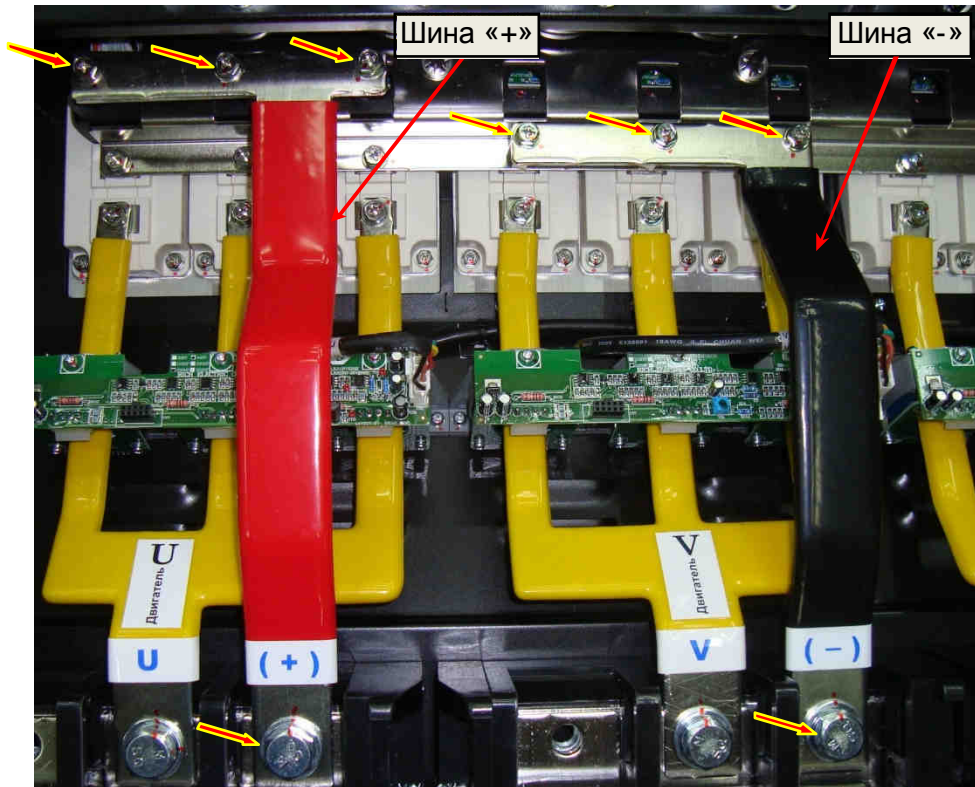

Рис. 6.12.
6.9.2. Демонтировать выходные шины «+» «-» звена постоянного тока, выкрутив 6 винтов крепления к шестигранным стойкам и 2 болта силовой клеммной колодки (рис. 6.12). Положить винты, болты и шины в тару.